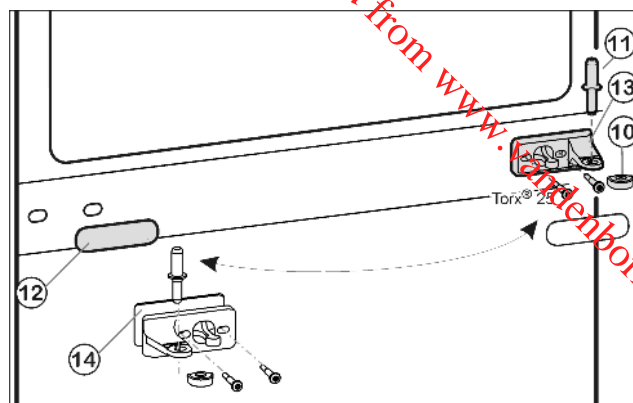
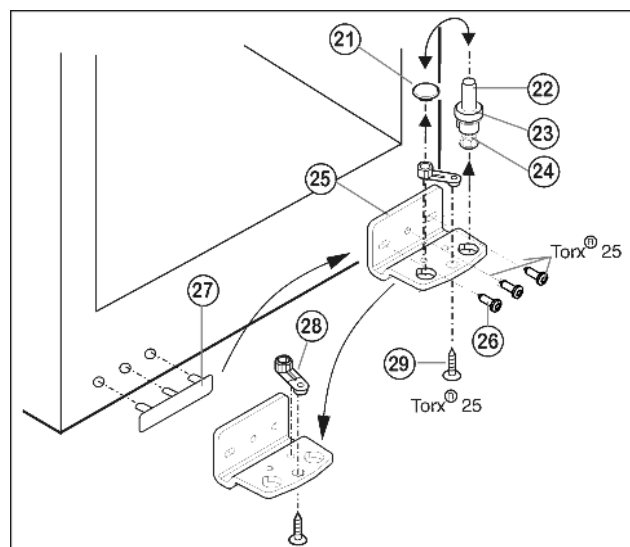

Fig. 5
Fig. 6
- Middelste lagerbout Fig. 5 (11) uit de lagerbus en de onderste deur uittrekken.
- Kunststof kapje Fig. 5 (10) afnemen.
- Middelste lagerbus Fig. 5 (13) losschroeven (2 maal Torx® 25).
- Afdekplaat Fig. 5 (12) voorzichtig afhalen.
- Middelste lagerbus met Fig. 5 (14) onderlegschiifje Fig. 5 (13) 180° gedraaid aan de nieuwe scharnierkant **goed (met 4 Nm)** vastschroeven.
- Afdekplaat Fig. 5 (12) 180° gedraaid aan de nieuwe greepzijde weer vastklikken.
- Lagerbout Fig. 6 (22) compleet met schijfje Fig. 6 (23) en stelootje Fig. 6 (24) naar boven eruit trekken.
- Stop Fig. 6 (21) eraf halen.
- Lagerbus Fig. 6 (25) losschroeven Fig. 6 (26).
- Lagerdeel Fig. 6 (28) losschroeven Fig. 6 (29) en in het tegenoverliggende opnamegat van de lagerbus omzetten en weer vastschroeven.
- Afdekking aan de greepzijde Fig. 6 (27) voorzichtig optillen en op de tegenoverliggende zijde plaatsen.
- Lagerbus Fig. 6 (25) aan de nieuwe scharnierzijde evt. met behulp van een accuschroevendraaier weer **goed (met 4 Nm)** vastschroeven.
- Stop Fig. 6 (21) weer in het andere gat aanbrengen.
- Lagerbout Fig. 6 (22) compleet met schijfje en stelootje weer aanbrengen. Er daarbij erop letten, dat de sluitnok naar achter wijst.
- ▶ Plaats de onderste deur van boven op de onderste lagerbout Fig. 6 (22).
- ▶ Het kunststof kapje Fig. 5 (10) weer op de middelste lagerbus Fig. 5 (13) zetten.
- ▶ Middelste lagerbout Fig. 5 (11) op de nieuwe scharnierzijde in de onderste deur plaatsen door de middelste lagerbus Fig. 5 (13).
- ▶ Bovenste deur op de middelste lagerbout Fig. 5 (11) zetten.
- ▶ De deuren eventueel via de beide langgaten in de onderste lagerbus Fig. 6 (25) en middelste lagerbus Fig. 5 (13) ten opzichte van de kast uitlijnen. Eerst de middelste schroef in de onderste lagerbus Fig. 6 (25) uitdraaien.